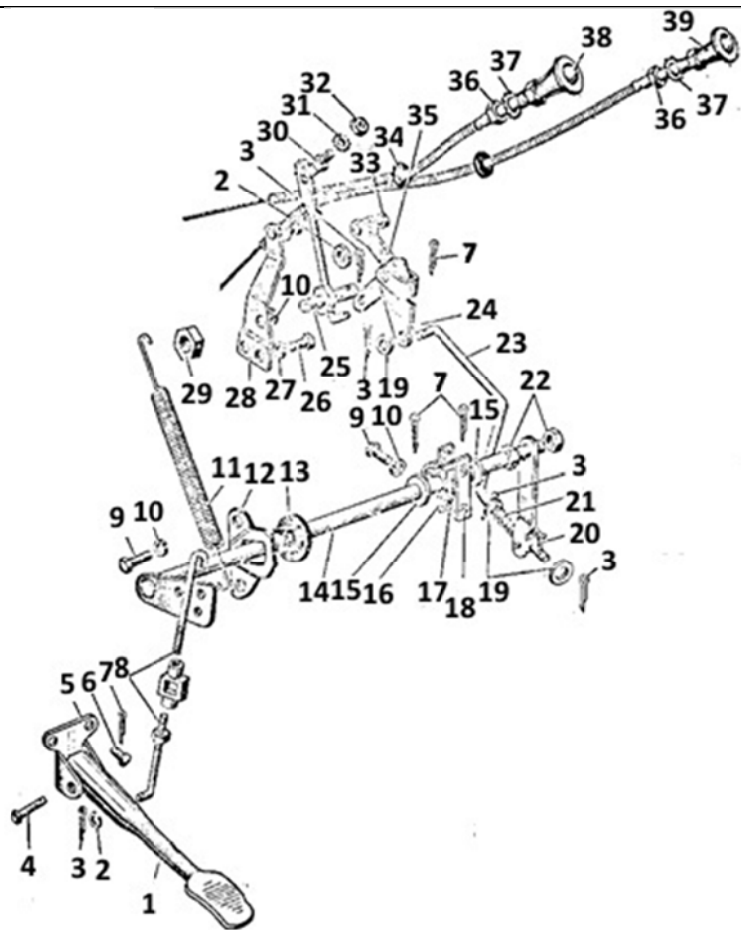

Рис. 1.7. Управление карбюратором:
21. Ослабить винты 33 (рис. 1.7) крепления оболочки и тяги 39 ручного управления дроссельной заслонкой. Отсоединить оболочку от кронштейна и тягу от рычага	То же